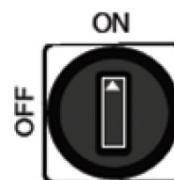

Fig.8
3) コントロールパネルの電源スイッチを ON にしてファンを起動させてください。(Fig.8)